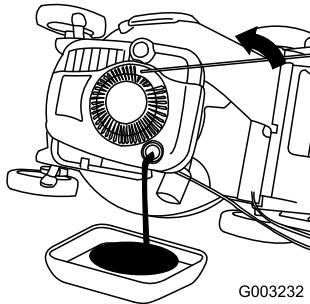

Figura 36
- Inclinate il tosaerba sul fianco, con il filtro dell'aria in alto, per scaricare l'olio usato attraverso il tubo di riempimento (Figura 36).